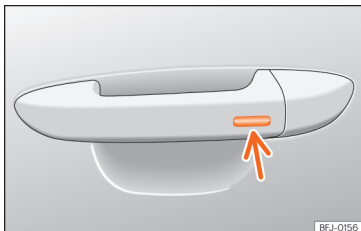

Abb. 113 Türgriff: Sensorfläche.
• Halten Sie einige Sekunden lang einen Finger über die Verriegelungssensorfläche »» **Abb. 113** (Pfeil) am Türgriff, damit das Dach geschlossen wird. Wenn Sie die Sensorfläche nicht mehr berühren, wird die Schließfunktion unterbrochen.